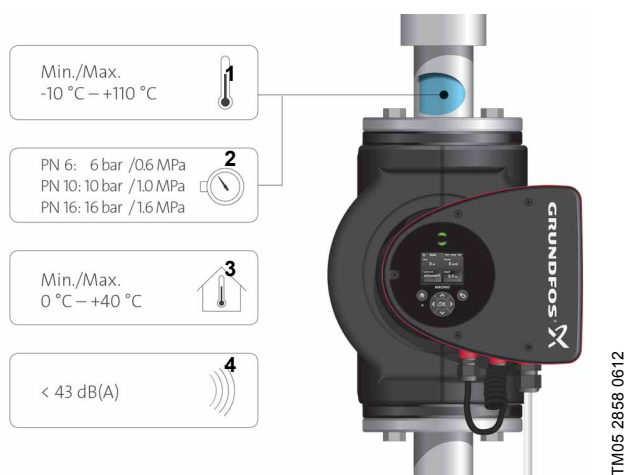

Fig. 3 Driftsbetingelser
Se fig. 3, pos. 1.
Se fig. 3, pos. 2.
Se fig. 3, pos. 3.
Se fig. 3, pos. 4.